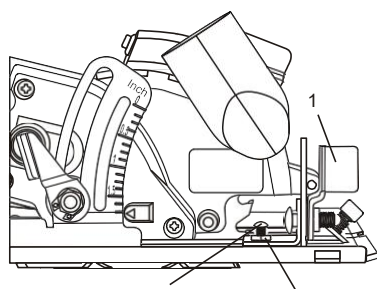

FIG.4
1. Desserrez le levier de verrouillage en biseau (1) et tournez la semelle vers le repère 0 ° aussi loin que possible et serrez le levier de verrouillage de l'angle de biseau (Fig. 4).
3. Si la coupe de test n'est pas à 90°, tournez le contre-écrou de réglage «zéro» (2) dans le sens inverse des aiguilles d'une montre d'environ ¼ de tour à l'aide d'une clé de 7 mm.
4. À l'aide d'un tournevis tournez la vis de réglage biseau «zéro» (3) jusqu'à ce que la scie coupe à 90 ° lorsque la semelle entre en contact avec la vis de réglage.